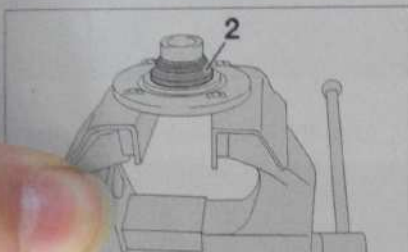
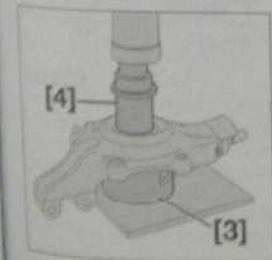

Fig. 37
Fig. 39
- Extraire le moyeu avec la demi-cage intérieure de roulement (2) (Fig.37).
- Extraire la cage intérieure (2) du roulement à l'aide de l'extracteur (Fig.37).
- Repositionner la cage intérieure (2), sur le roulement du pivot.
- Mettre en contact l'outil [4] avec la cage du roulement (Fig.39).